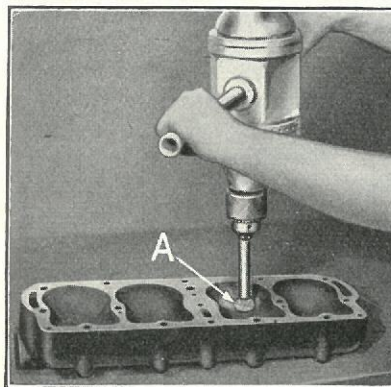

Fig. 220
- 368** Kul kan fjernes fra Topstykket ved Hjælp af en lille rund Staalbørste indsat i en elektrisk Haandboremaskine (Fig. 220-A). Alt løst Kul, som efterlades i Kompressionsrummet eller i Tændrørshullerne, fjernes med komprimeret Luft.